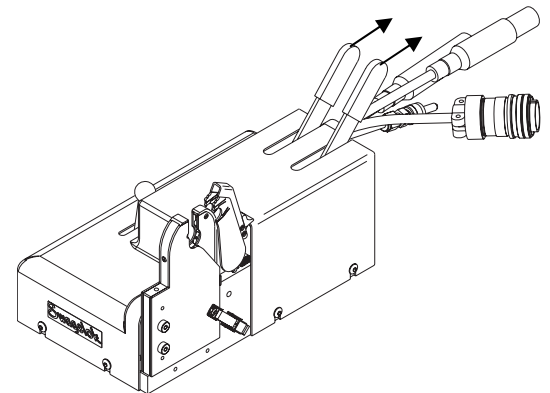

Figure 13 アクチュエーター・ハンドルを open(開)位置まで押す
4. 各アクチュエーター・ハンドルを open(開)位置に押し戻して、サイド・プレートを開きます。Fig.13 をご参照ください。